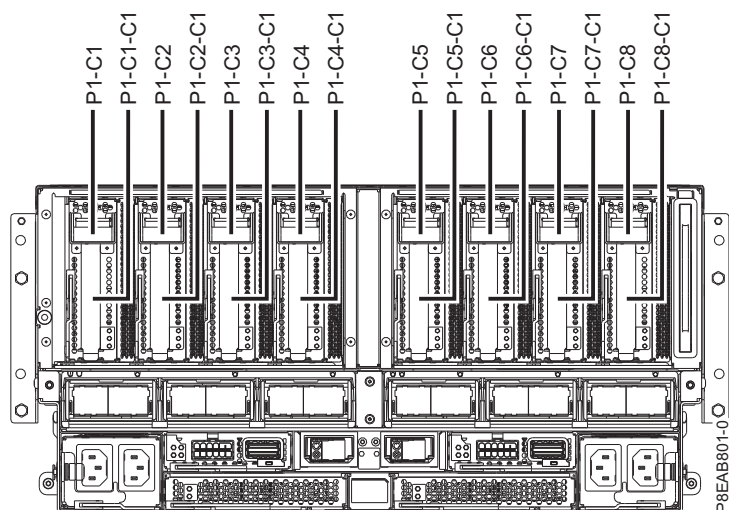

Figura 25. Ubicacions de les ranures d'adaptadors PCIe al sistema
1. Determineu la ranura on voleu instal·lar un adaptador PCIe. Les ranures de l'adaptador PCIe són a la part posterior d'un sistema. A la Figura 25 es mostren els codis d'ubicació de l'adaptador PCIe.